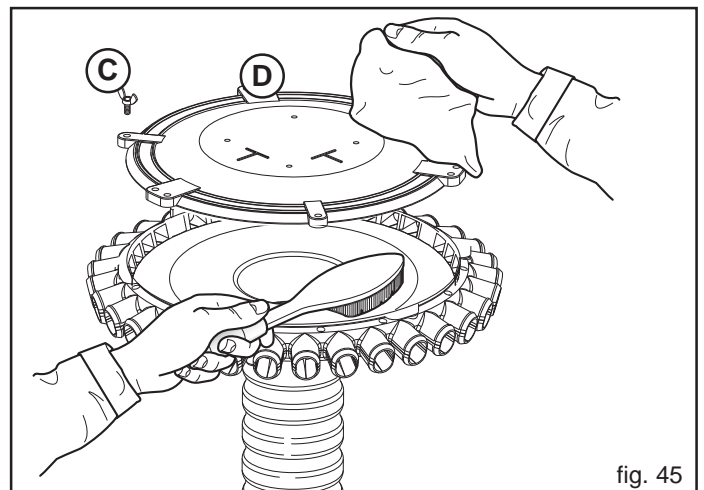

fig. 45
OGNI 50 ORE DI LAVORO	<ul style="list-style-type: none"> - Effettuare una completa ed accurata pulizia del corpo dosatore (vedi capitolo 3.4). - Effettuare una completa ed accurata pulizia della testa di distribuzione (Fig. 45): <ul style="list-style-type: none"> • Allentare e togliere i dadi ad alette (C); • Togliere il coperchio del distributore (D); • Pulire con una spazzola le parti in metallo e con un panno le parti di plastica; • Rimontare il coperchio e fissarlo con i dadi ad alette.